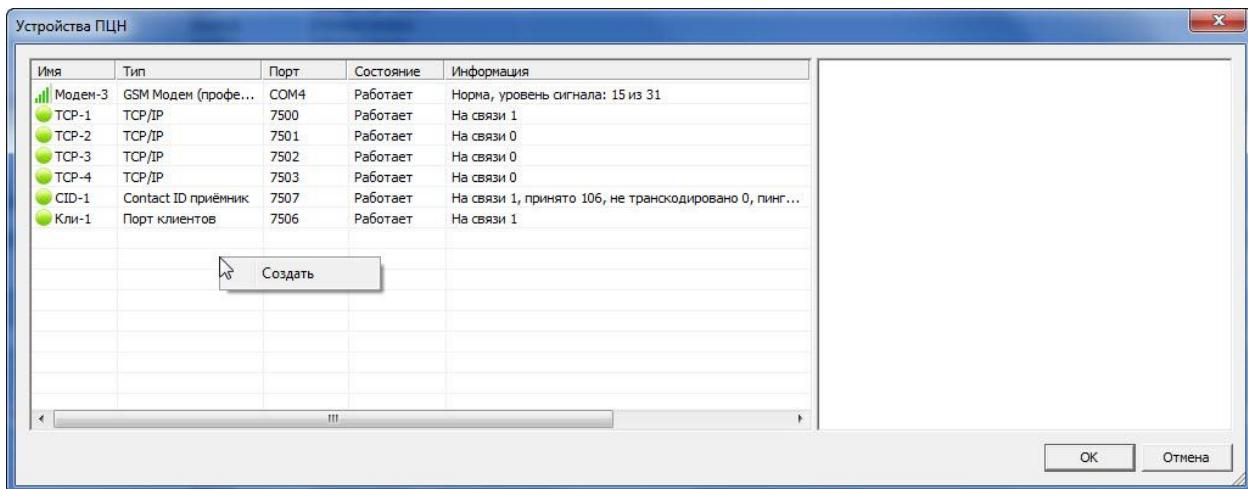

Рисунок 13.2 — Окно *Устройства ПЧН*
2. В открывшемся окне *Устройства ПЧН* щелкните правой кнопкой мыши по свободному месту и в контекстном меню выберите *Создать* (см. рисунок 13.2).